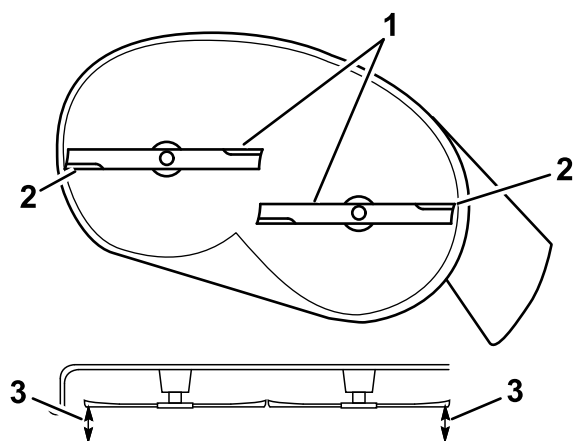

Figura 67
5. Misurate la distanza tra i taglienti esterni e la superficie piana (Figura 67).